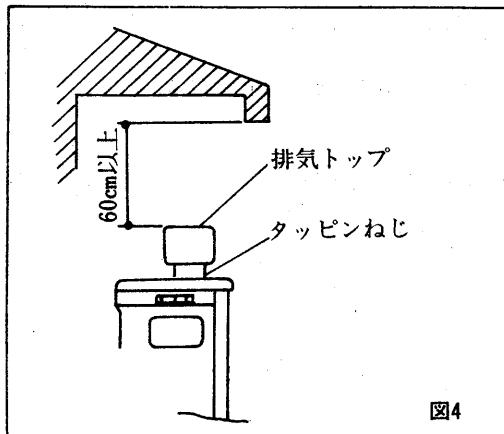

図4
付図4 加圧シスターンの組合せ及び配管上の注意
(1) 専用の排気トップ〈HT-75-B〉をご使用ください。
(2) 軒下などに据え付ける場合には、排気トップと軒との距離を60cm以上確保してください。〈図4〉